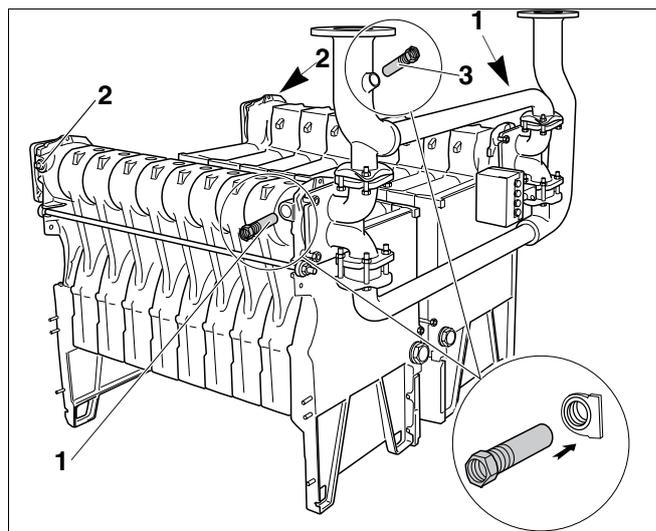

Рис. 32 Установка гильз для датчиков и заглушек
- На внешней стороне правого и левого котловых блоков установить гильзы для датчиков (рис. 32, **поз. 1**) и заглушки  $\frac{3}{4}$ " (рис. 32, **поз. 2**).
- Установить третью гильзу (рис. 32, **поз. 3**, см. монтажный материал) в трубу подающей линии.